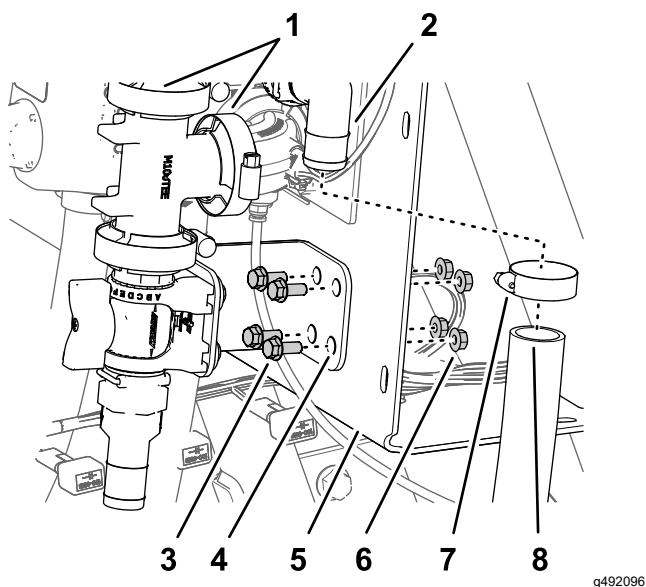

図 45
2. 図 45 図に示すように、キャリッジ ボルト (1/4-20 x 5/8") 2本とロックナット (1/4-20") 2個を使って、コントロールバルブブラケットをマニホルドマウントに取り付け、ボルトを1012 N・m (1.1 1.3kgm) のトルクで締める。
3. コントロールバルブとT字継手(図 42)を固定するフランジクランプ、およびT字継手をエルボー継手(図 45)に固定するフランジクランプを手締める。